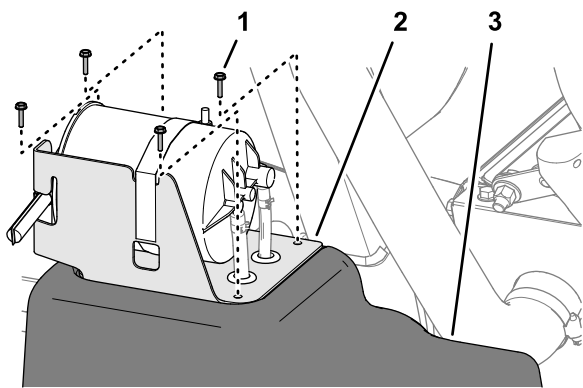

Figure 89
5. Alignez les trous dans le support du filtre à charbon actif et les trous dans le réservoir de carburant (Figure 89).
6. Fixez le support sur le réservoir (Figure 89) à l'aide des 4 vis (n° 10 x ¾ po).